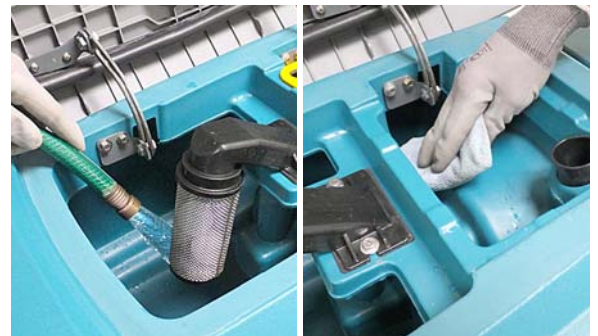

РИС. 82
5. Промойте бак утилизации чистой водой и протрите для удаления остатков почвы (Рисунок 82).